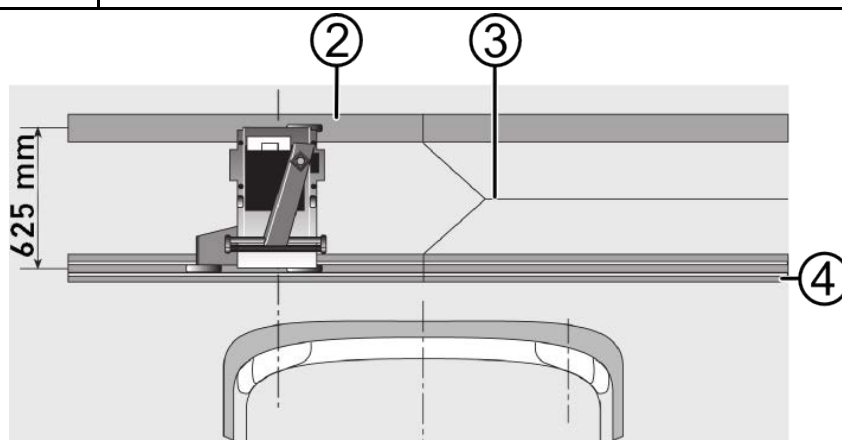

Abb. 4
- Die Laufschienen werden paarweise 90° zur Fahrzeuglängsachse verlegt. An zusammenstoßenden Laufschienen seitliche Versetzungen vermeiden (Abb. 4).